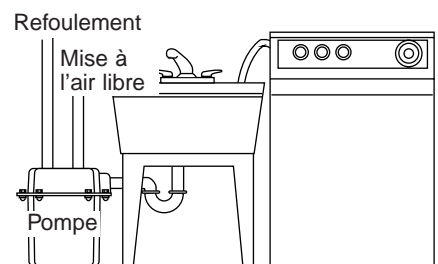

**Figure 7 – Installation type pour évacuer les condensats des climatiseurs ou l'eau des déshumidificateurs**
1. Brancher le tuyau d'arrivée dans l'ouverture, comme il est illustré. Appliquer du composé résistant aux variations de température (RTV) ou du Plasto-Joint Stik\* sur les filets pour les rendre étanches. Se reporter aux Figures 7, 8 et 9 des pages 4 et 5 pour les installations types du système.